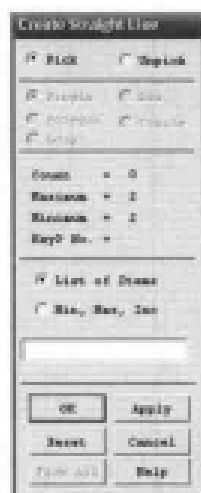

图 9-12 创建直线段菜单
(4) 选择 Main Menu | Preprocessor | Modeling | Create | Lines | Lines | Straight Line 命令，出现 Create Straight Line 菜单，如图 9-12 所示，在文本框中输入 1, 2，单击 Apply 按钮；在文本框中输入 2, 3，单击 Apply 按钮；在文本框中输入 3, 4，单击 Apply 按钮；在文本框中输入 4, 1，单击 OK 按钮关闭该菜单。